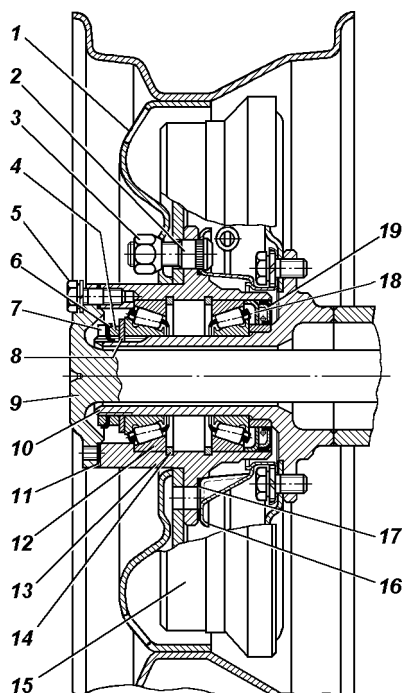

Рис. 9.26. Ступица заднего колеса:
2. Демонтируйте полуось 9 (см. рис. 9.26) заднего моста или муфту отключения колес у переднего моста.